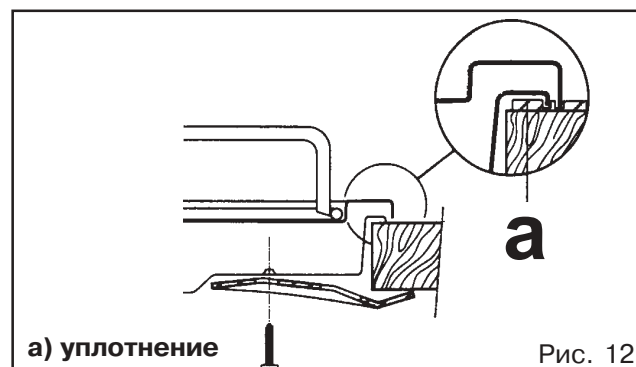

Рис. 12
- Зафиксируйте варочную поверхность винтами (рис. 12). При ввинчивании винтов уплотнитель может выступить за край, эти излишки уплотнителя легко удаляются.